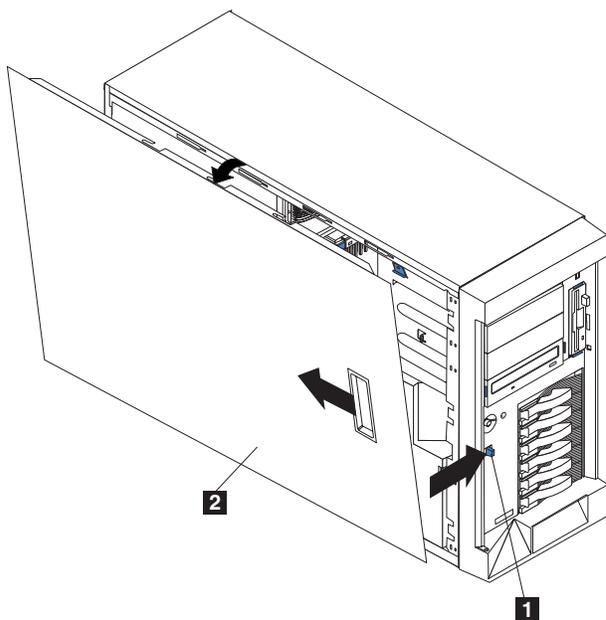

Figure 28. Retrait du capot du Modèle 25T
3. Poussez le loquet (plastique) de dégagement du capot situé à l'avant du moteur selon la direction indiquée par la figure 28 pour dégager le capot.